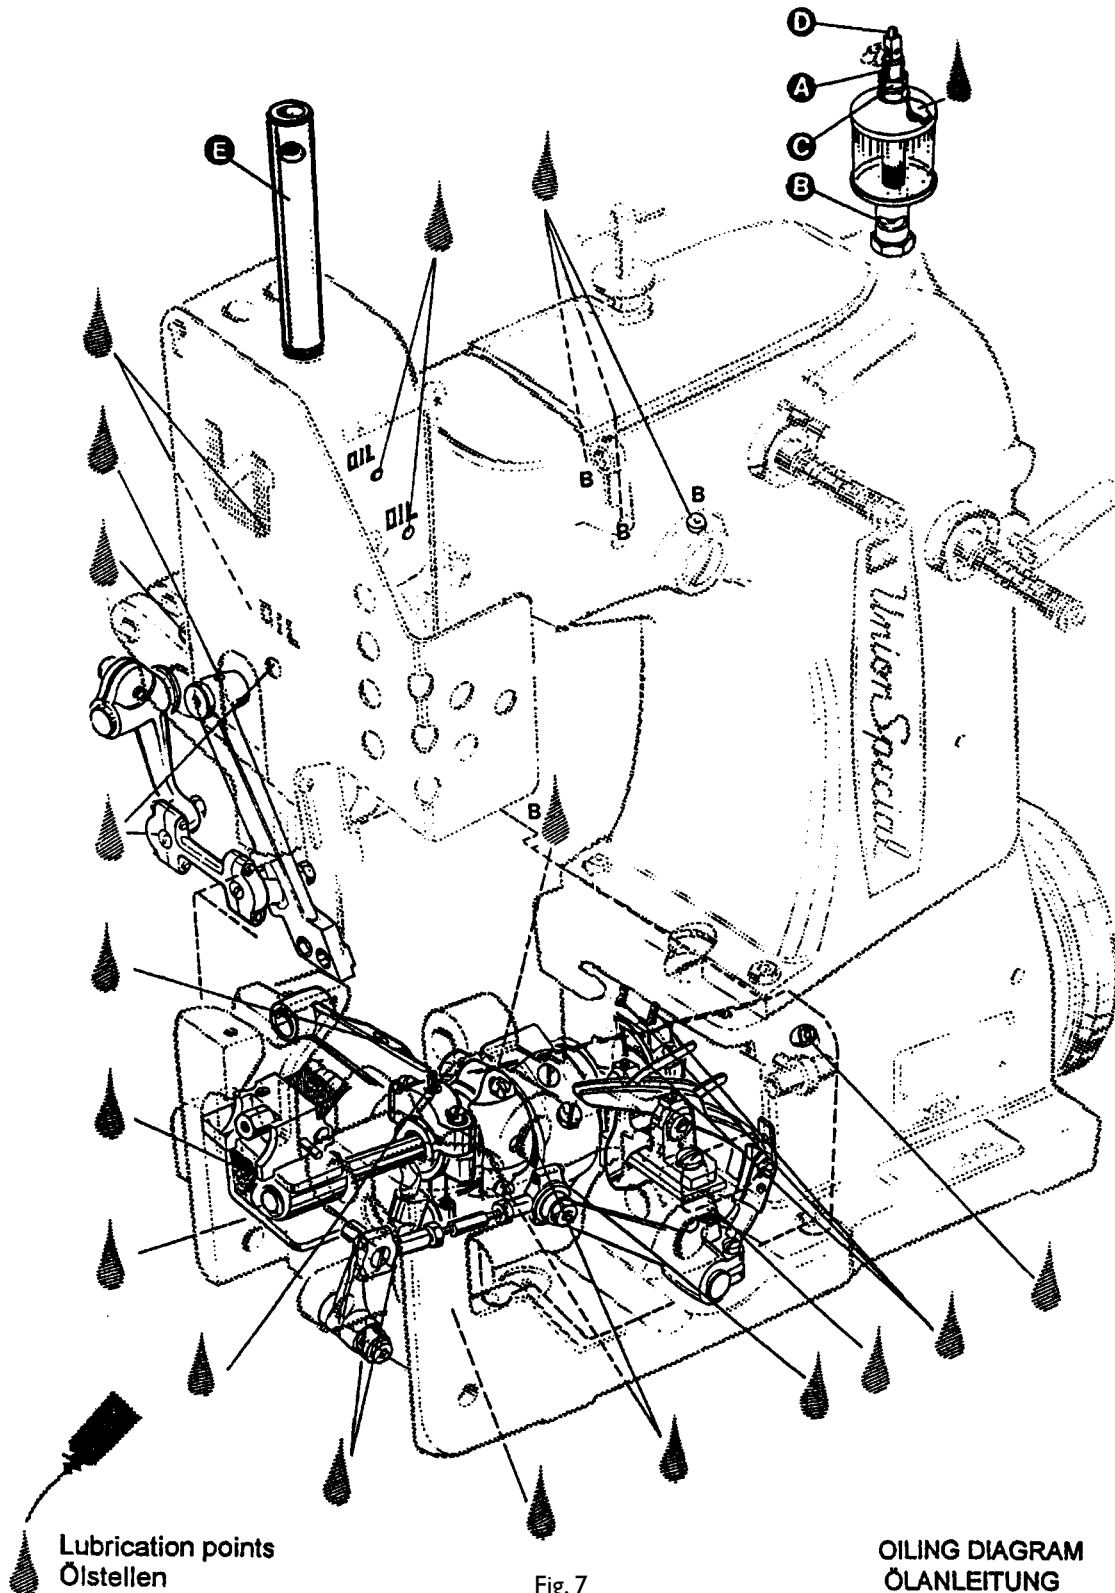

Fig. 7
Before operating a new machine for the first time, the sight feed oiler has to be adjusted. All lubrication points, indicated on the oiling diagram (Fig. 7), have to be oiled.
For adjusting fill the sight feed oiler half-way with oil and turn the metering pin (A, Fig. 7) a little bit out and then turn it in, until there will flow two to three drops of oil per minute. This can be checked on the sight glass (B). Secure the setting of the metering pin with lock nut (C). Fill the oiler.
Bevor eine neue Maschine zum ersten Mal in Betrieb genommen wird, muß der Tropföler eingestellt werden. Alle in der Ölanleitung (Fig. 7) angegebenen Schmierstellen müssen geölt werden.
Füllen Sie den Tropföler zum Einstellen halb mit Öl und drehen Sie den Zumeßstift (A, Fig. 7) etwas aus und dann so weit ein, bis pro Minute zwei bis drei Tropfen Öl fließen. Dies kann am Schauglas (B) geprüft werden. Sichern Sie die Einstellung des Zumeßstiftes mit der Kontermutter (C).